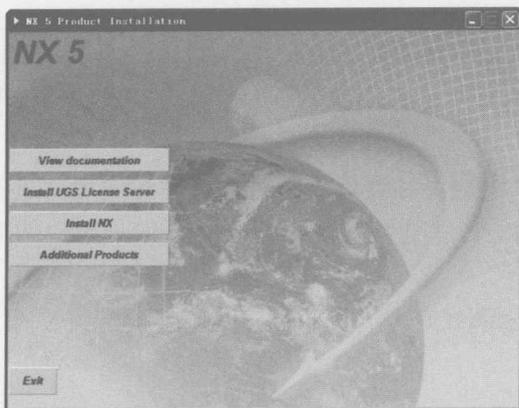

图 1-1 UG NX 5.0 安装界面
(1) 将 UG NX 5.0 安装光盘放入光驱后会自动运行，出现如图 1-1 所示的安装界面。请按照安装向导进行安装。安装需要大约 1.5GB 的磁盘空间。安装程序自带多种语言，包括简体中文。安装过程中，强烈建议不要修改安装路径，请按默认路径进行安装。